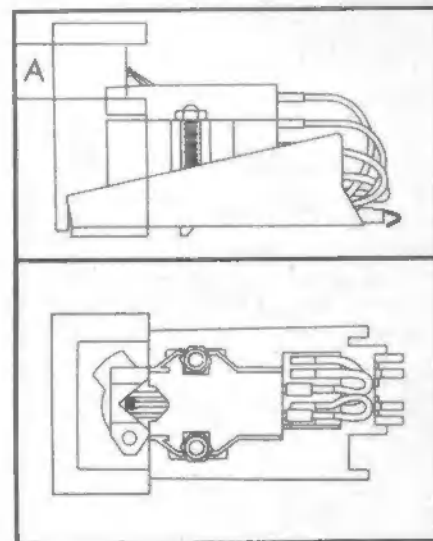

Fig. 15
3. Das Tonabnehmersystem ist richtig montiert, wenn die Aussparung der Montagelehre den Abtaststift des Tonabnehmersystems umschließt und in vertikaler Richtung die Abtastspitze sich innerhalb des Bereiches (A) befindet (Fig. 15).